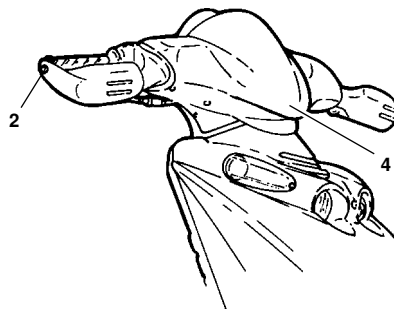
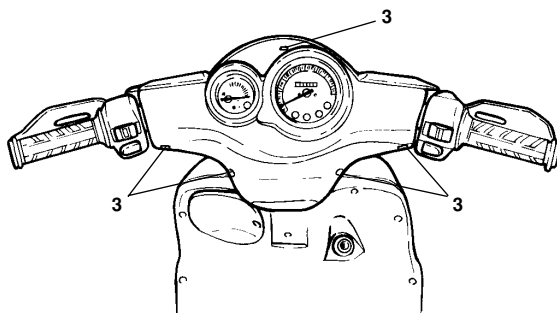

Fig. 14
Fig. 15
- Rimuovere le viti (fissaggio paramani) (2 - Fig. 14) poste ai lati delle manopole.
- Rimuovere le viti (3 - Fig. 15) ed estrarre il coprimanubrio (4 - Fig. 14) comprensivo di paramani.
- Remove the hand-shield screws (2 - Fig. 14).
- Remove the screw (3 - Fig. 15) and lift the handlebar fairing (4 - Fig. 14) complete with the hand shield away.